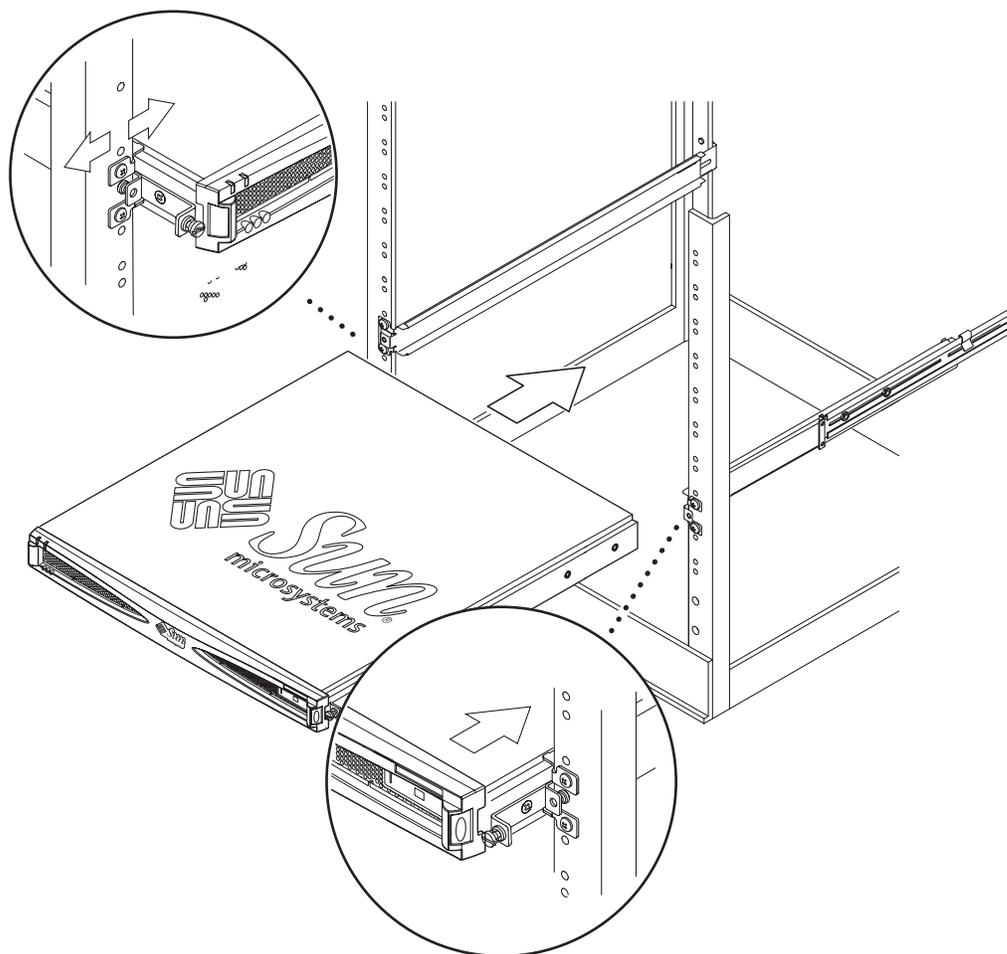

图 3-5 将 StorEdge S1 设备单元滑入机架
8. 将 StorEdge S1 设备单元滑入机架（图 3-5）。